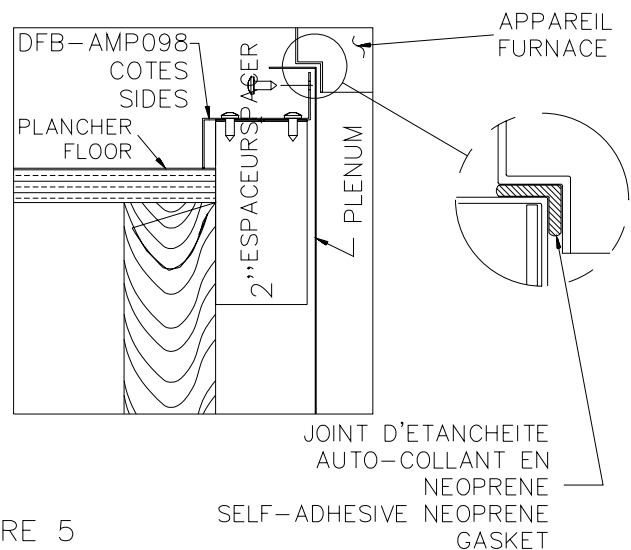

FIGURE 5
La fournaise doit être installée dans sa position de débit descendant sur le collet du plénum. Portez une attention particulière à l'ajustement du joint entre l'attachement de plénum de la fournaise et le collet de plénum. Vissez la base débit descendant, le plénum d'alimentation et l'attachement de plénum de la fournaise ensemble avec 6 vis auto-perçantes #8 - 3/4" comme illustré à la figure 5.
The furnace should be installed in the down flow position on the plenum flange opening. Special attention must be paid to ensure a good fit between the furnace plenum attachment and plenum flange. Secure the down flow base, the supply air plenum and the furnace plenum attachment with six (6) #8 - 3/4" self drilling metal screws, as shown in Figure 5.